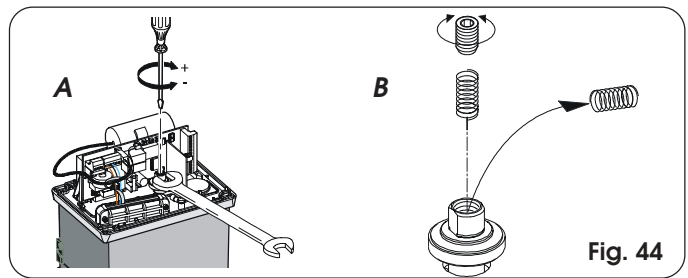

Fig. 44
- 2) Mantenere bloccato l'albero motore tramite una chiave inglese ed agire sulla vite di regolazione della frizione con chiave a brugola o cacciavite Fig. 44 rif. A.
Per cancelli di peso superiore, è necessario utilizzare la molla alternativa in dotazione. Per procedere alla sostituzione della molla, agire come da Fig. 44 Rif. B.